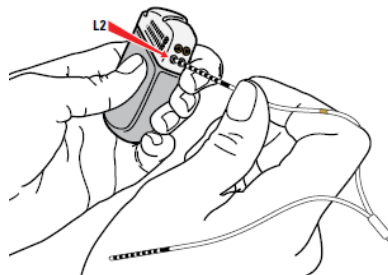

Figura 29. Conexión al puerto L2 del GII
a. Para la extensión de electrodo bifurcada: Conecte la prolongación con la banda de marcador de oro al puerto con la etiqueta L2 (Figura 29).